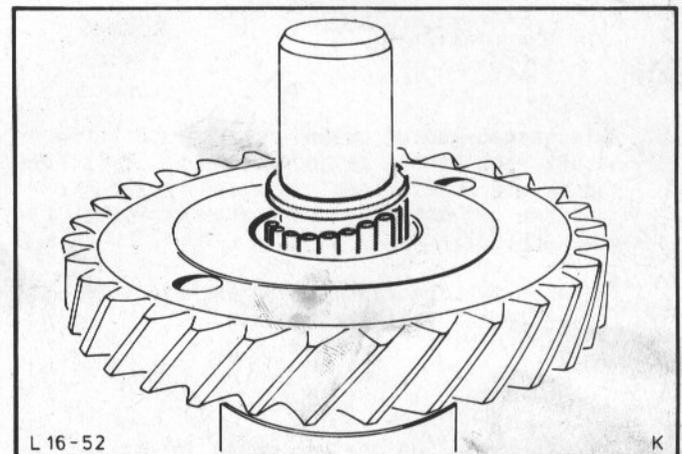

Abb.135 Nadellager mit Abstandscheiben montieren
39. Nadellager-Vorgelegezahnradblock auswechseln. Achse aus dem Vorgelegezahnradblock schieben, und Nadeln mit Distanzscheiben herausnehmen. 3 Scheiben bzw. eine dicke Scheibe in die Bohrung des Zahnradblocks einlegen. 21 Nadeln mit Fett einsetzen. Äußere Distanzscheibe auflegen, Abb.135.